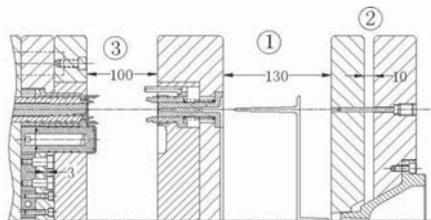

图4 定模分型
(1) 熔胶经过浇口套26进入模具型腔,在模具型腔中填充满后冷却固化。当成型塑件固化至足够刚度后,模具在注塑机动模板的拉动下开始打开,由于定距分型机构尼龙塞21和滑块46、滑块47、拉钩48的作用,模具先从分型面1处打开,此时浇注系统凝料在拉料杆25作用下和塑件分离,从定模板中脱出,见图4。
(2) 分型面1打开到130mm时,由于定距分型机构拉条40、挡销39和42的作用,模具再从分型面2处打开,此时脱料板强行将浇注系统凝料推出,实现自动脱浇。在限位钉23和24的作用下,分型面2处开模距离为10mm。见图4。
始分离。在弹簧28和塑件包紧力的作用下,存在倒扣的活动型芯29随同塑件一起弹出,弹出距离为13mm,此时定模型芯27已脱离塑件,有倒扣的胶壁存在弹性变形的空间,在动模包紧力的作用下,塑件强行从定模活动型芯29上脱出,实现塑件的第一次强行脱模:定模强行脱模,见图4。